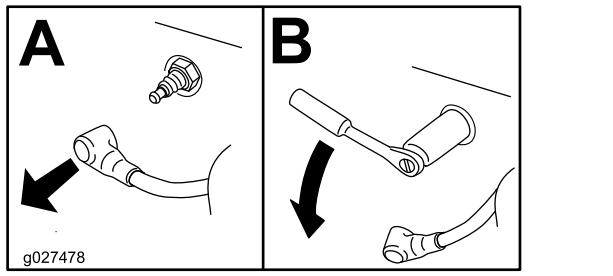

Figura 38
- Retire la bujía (Figura 38).